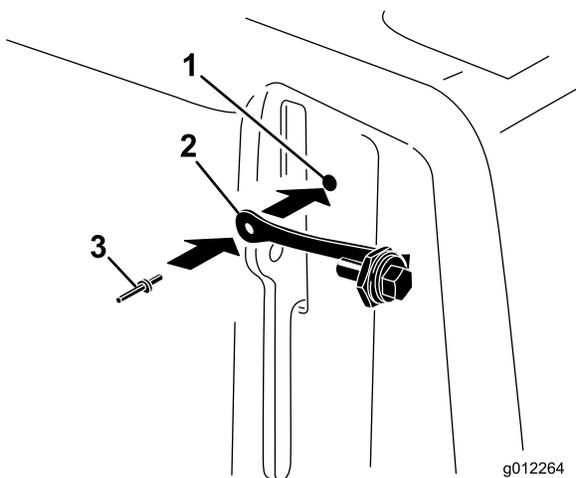

図 9
2. ベルトカバーの穴を使って、ポップリベットのついたストラップを取り付ける 図 9。